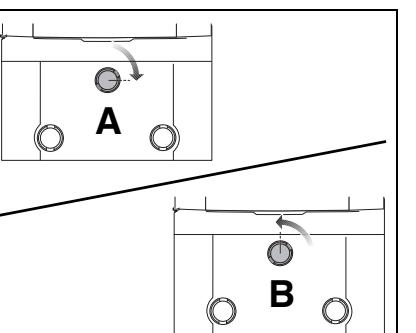

Fig. 3
- Chiudere il rubinetto del gas. Premere il rubinetto del gas e compiere un quarto di giro verso destra (fig. 3, pos. A).
- Aprire il rubinetto del gas. Premere il rubinetto del gas e compiere un quarto di giro verso sinistra (fig. 3, pos. B).
- Fechar a válvula de corte de gás. Para este efeito, pressionar a válvula de corte de gás para dentro e rodá-la para a direita em $\frac{1}{4}$ de volta (fig. 3, pos. A).